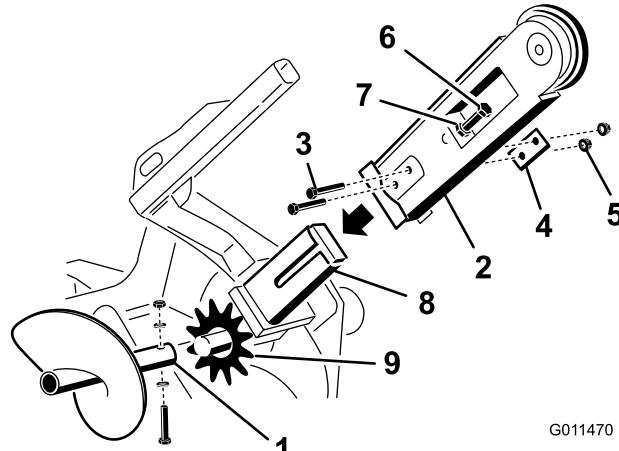

Figure 4
3. Retirez le boulon, les rondelles doubles et l'écrou qui fixent la vis sans fin de déblayage et déposez la vis sans fin (Figure 4).
4. Retirez les 2 boulons, écrous et doubles rondelles de chaque côté de la flèche (Figure 4).
5. Desserrez le boulon de réglage et l'écrou de blocage (Figure 4).